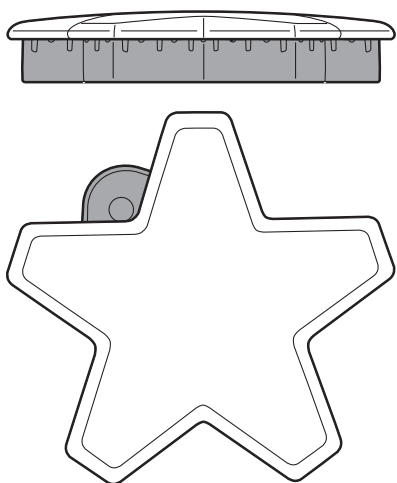
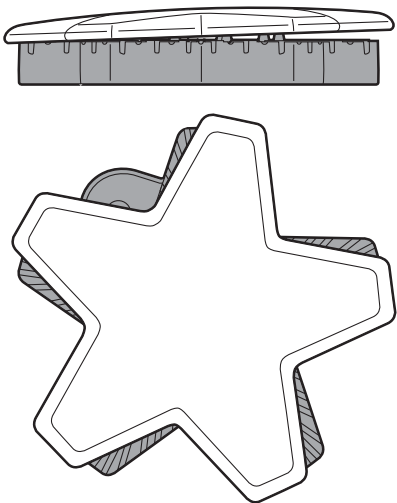

Figure 13 : Chapeau de brûleur correctement placé
Figure 14 : Chapeau de brûleur incorrectement placé
- Vérifiez chaque brûleur pour vous assurer qu'il n'y a pas d'espace entre le chapeau et la base du brûleur. Voir les *Figure 13* et *Figure 14* pour des exemples de chapeau de brûleur correctement ou incorrectement placés.
- Vous pouvez essayer de déplacer délicatement les chapeaux des brûleurs latéralement pour vous assurer qu'ils sont placés correctement sur leur base. Lorsqu'ils sont bien placés, les chapeaux des brûleurs sont droits sur la base et couvrent complètement la base du brûleur en forme d'étoile lorsque vous les regardez d'en haut, comme sur la *Figure 13*.
Chaque brûleur STAR comporte son propre allumeur électronique qui produit des étincelles lorsque le bouton est activé. Les brûleurs doivent s'allumer en 4 secondes ou moins. Si le brûleur ne s'allume pas, assurez-vous que le chapeau est correctement posé sur sa base (voir les Figure 13).